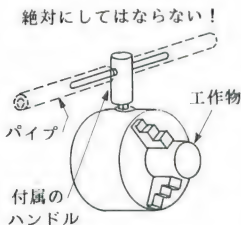

図6-20
- ① ゴミやキリコ(削り屑)を噛みますと機械を傷め精度も落ちるので主軸端もチャックもていねいに掃除してから組合せます。爪はブラシで、スクロール溝はマッチ棒の尻などで掃除してからはめます。取外したチャックは爪を下にして伏せて置きます。
- ② 乱暴に締めることは禁物で、チャックハンドルで大体締めた後ちょっと力を入れて締めれば充分です。パイプを継ぎ足して無理な締め方をする(図6-20)と破損します。